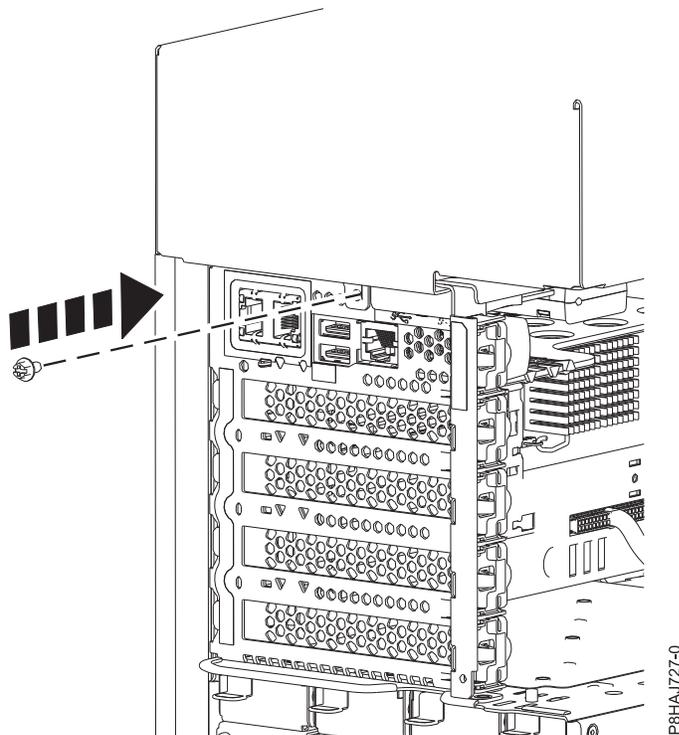

Figura 26. Instalando o parafuso da tampa lateral 8286-41A
5. Instale o parafuso traseiro da tampa lateral com uma chave de fenda Phillips, conforme mostrado em Figura 26 na página 40.